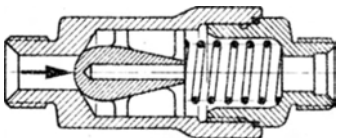

Abb. 6 Rückschlagventil 6
Unmittelbar an der Motorpumpe sind die beiden Druckölleitungen / und // mit je einem Rückschlagventil (Abb. 6 und (6), Abb. 4) abgesichert, um bei Ausfall der Motorpumpe und Betätigung der Handpumpe Druckabfall in den Leitungen zu verhindern.